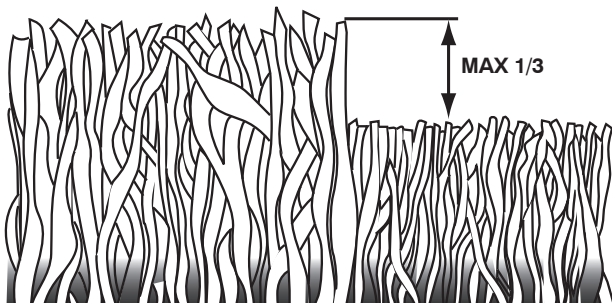

Figure 18
- Pour les meilleurs résultats, ajustez la hauteur de coupe de la tondeuse afin que la tondeuse coupe seulement le tiers du haut de l'herbe (Figure 18). Au cas où l'herbe est très haute, il sera nécessaire d'élever la hauteur de coupe pour réduire les efforts de propulsion, pour éviter de surchauffer le moteur et pour éviter l'agglutination et l'abandon de masses d'herbe coupée. Pour les conditions de broyer de l'herbe très difficiles, réduisez la largeur de coupe en imbriquant l'allée auparavant coupée et tondez lentement.